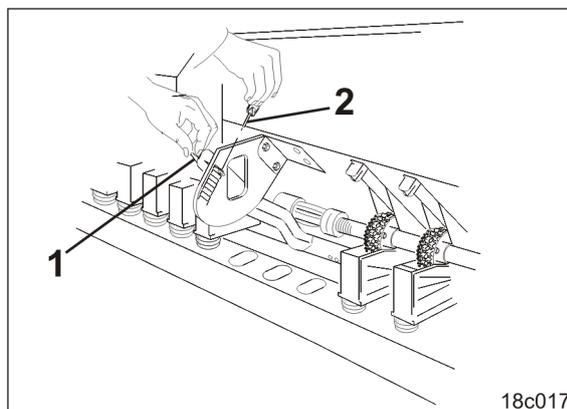

Рис. 144
1. Установите рычаг клапана высевной коробки (Рис. 144/1) в группе отверстий согласно значению в таблице (см. стр. 64).
2. Зафиксируйте рычаг клапана высевной коробки шплинтом с кольцом (Рис. 144/2).